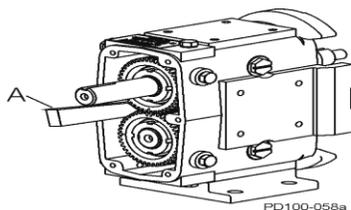

Figure 41 - Blocage de la rotation de l'arbre
2. Empêchez les arbres de tourner en plaçant une cale ou une cheville souple entre les engrenages (figure 41, élément A). Utilisez un tournevis (voir ci-dessous) pour retirer le contre-écrou de l'engrenage. Les engrenages seront retirés ultérieurement.